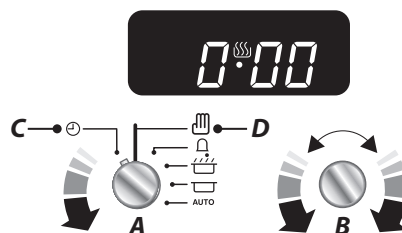

Fig. 3.1
2. Du ställer in tiden genom att först vrida **timervredet (A)** till **klockinställningen (C)** och därefter det tillbaka till det **manuella läget (D)**. Pricken i mitten blinkar och indikerar att du kan ställa in tiden. Vrid **inställningsvredet (B)** antingen medsols eller motsols (**Fig. 3.1**) för att ställa in tiden.